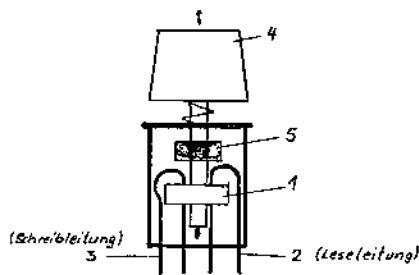

BILD 1
Das NASCOM-Keyboard enthält magnetisch-dynamische Tasten die völlig verschleißfrei arbeiten. Eine Taste (Bild 1) besteht aus einem Ringkern (1), den zwei Leiterschleifen (2,3) durch den Ringkern, und zwei am beweglichen Tastenkopf (4) befestigte Dauermagnetplättchen (5) die beim Niederdrücken der Taste die magnetische Induktion für die Erzeugung eines Stromimpulses in der Leseleitung des Ringkernübertragers liefern.